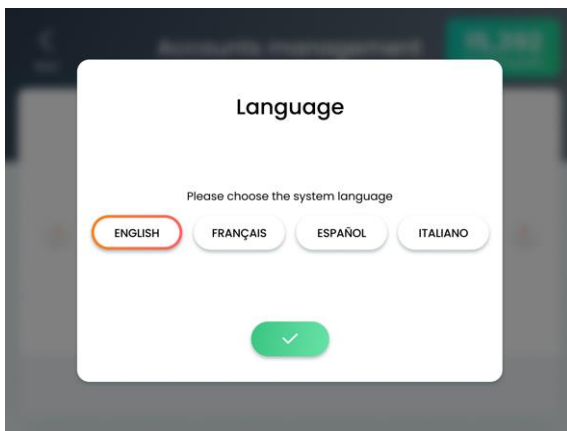

Figura 6-16. Pantalla de idioma
2. En la pantalla de configuración, pulse el icono **Language** (Idioma), como se muestra en la Tabla 6-1; aparecerá la pantalla Language (Idioma), como se muestra en la Figura 6-16.